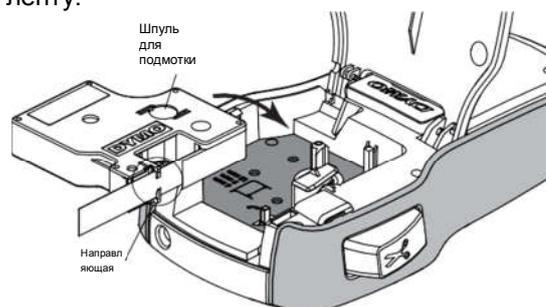

Рисунок 4
- 2 Этикетка и лента должны быть туго натянуты и проходить между направляющими. См. Рис. 4.